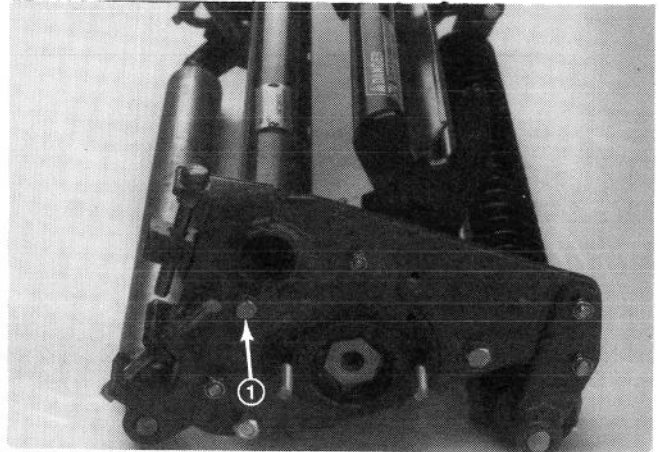

Figura 16
1. Aflojar el perno de cierre al costado de la unidad de corte (Figura 16).